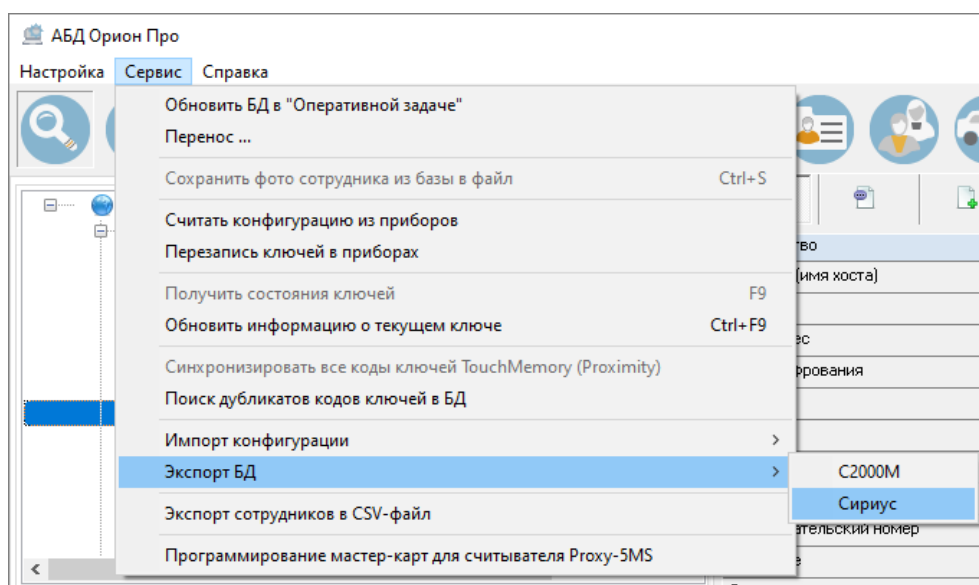

Рисунок 6-932 Инициализация экспорта конфигурации из БД в ППКУП "Сириус" через меню "Сервис"
- выделите в дереве объектов тот ППКУП «Сириус», в который необходимо экспортировать конфигурацию, и выберите в меню «Сервис» пункт «Экспорт БД», а затем пункт «Сириус» (см. Рисунок 6-932);